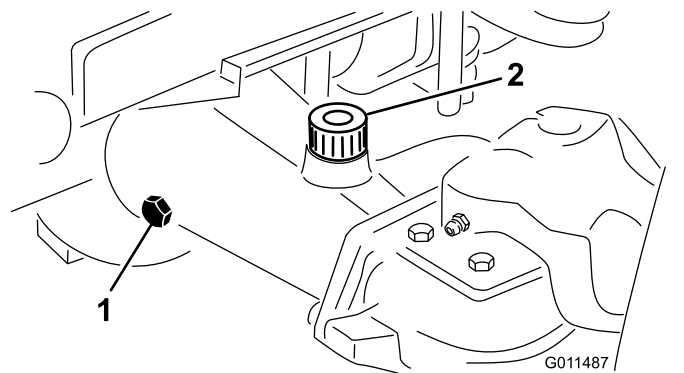

Рисунок 15
2. Снимите контрольную пробку с одного конца моста и убедитесь, что масло доходит до нижнего края отверстия (Рисунок 15).